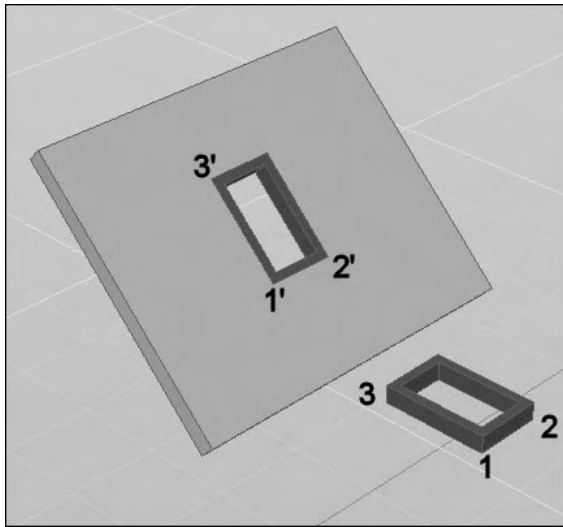

Fig.7.34
- 8] Spécifiez le troisième point d'arrivée. Ce point spécifie l'orientation du plan XY d'arrivée (fig.7.34).